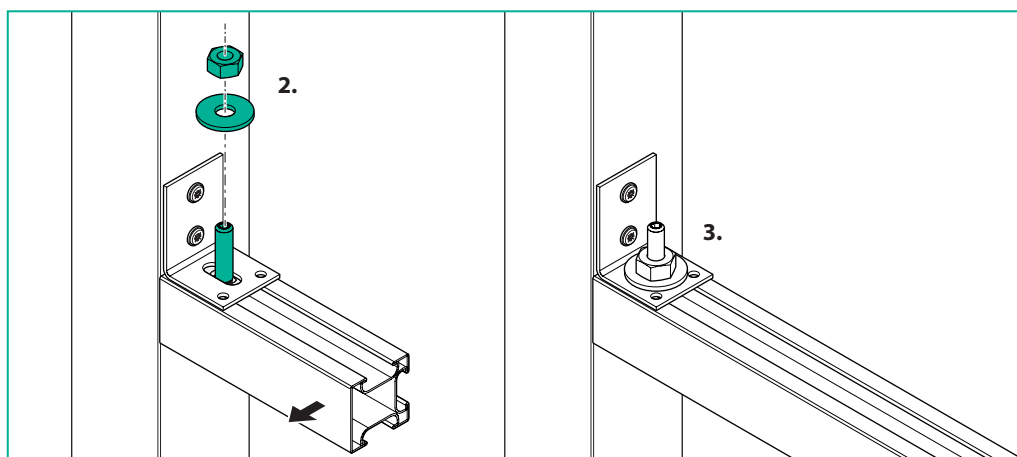

Abb. 7: Ausbauprofil an den Winkeln befestigen
- » Montieren Sie die obere Ausbauprofilschiene an den Winkeln (siehe Abb. 7 Seite 14).